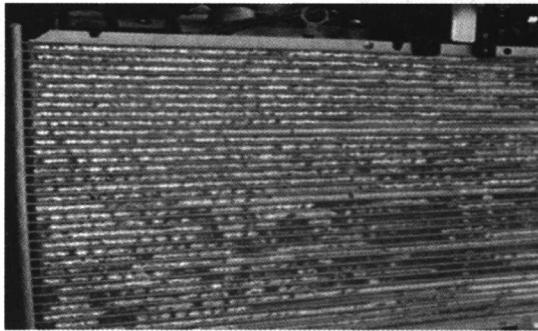
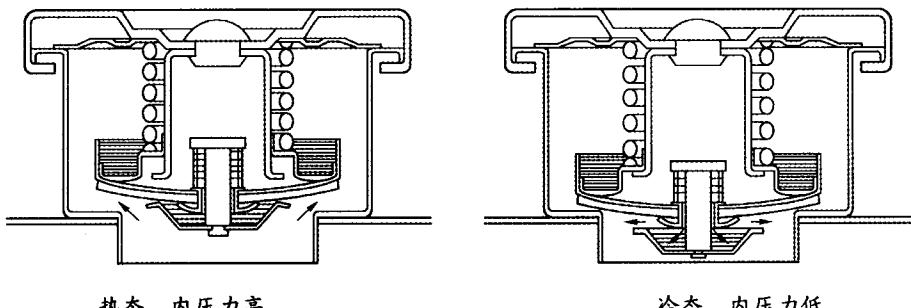

图 2-5 散热器
图 2-6 散热器盖的工作过程
(1) 功用：将冷却水从受热零件吸收的热量传给空气，散到大气中去，以降低冷却水的温度。
(2) 组成：分为上贮水室、下贮水室和散热器芯（包括冷却管和散热带），如图 2-5、图 2-6 所示。